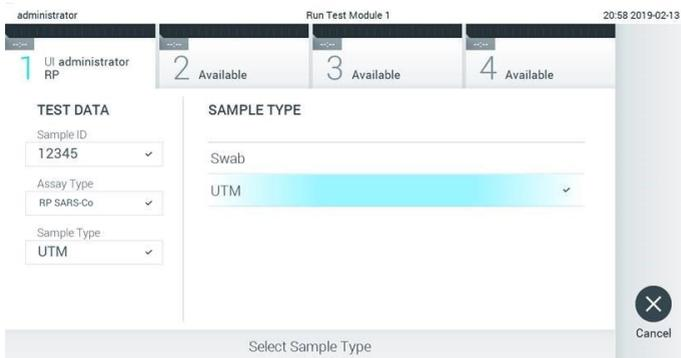

Figura 26. Selección del tipo de muestra.
16. Seleccione el tipo de muestra adecuado de la lista (figura 26, siguiente página).